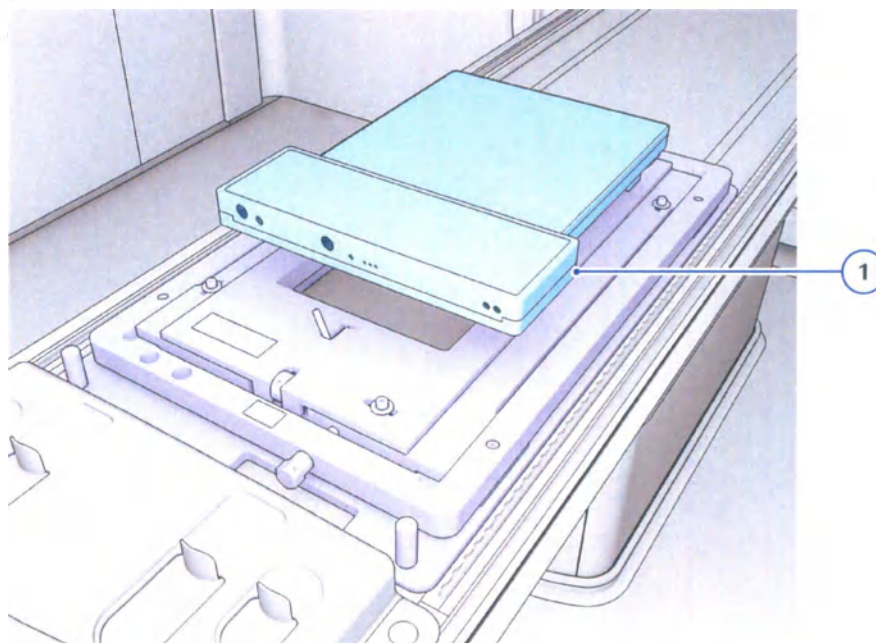

Рис. 7.31 Правильное положение прибора IC profiler MR
- 5 Установите прибор IC profiler MR с закрепленными соединительными опорами на платформу для контроля качества в правильном положении (см. Рис. 7.31).